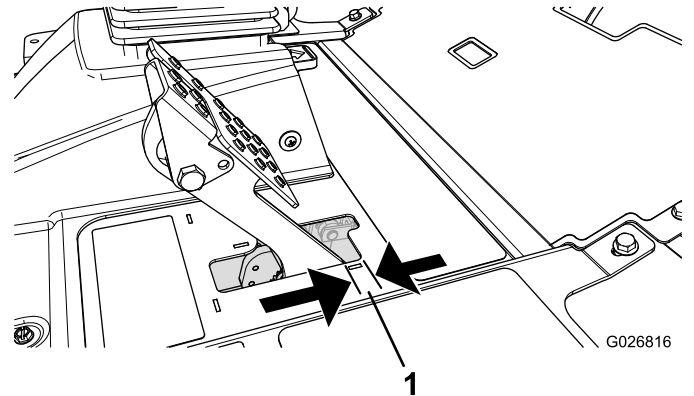

Bild 138
4. Betätigen Sie das Bremspedal leicht und messen Sie den Weg, den das Pedal ohne Widerstand zurücklegen kann (Bild 138).
Hinweis: Stellen Sie die Bremsen ein, wenn das Bremspedal mehr als 2,5 cm Spiel hat, oder wenn die Bremsen nicht mehr gut genug greifen (Bild 138).
6. Ziehen Sie die hinteren Muttern an, um den Bremszug nach hinten zu bewegen, bis das Bremspedal ein Spiel zwischen 6 mm bis 13 mm aufweist (**Bild 138**), bevor die Feststellbremse die Räder blockiert.